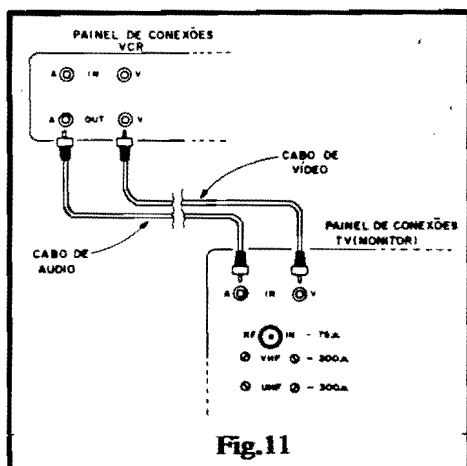

Fig.11
- **FIG. 11** - Diversos modelos e marcas de aparelhos de TV, mais modernos, apresentam (além das entradas específicas de "ANTENA" - ver PAINEL DE CONEXÕES TV, na figura...) entradas **diretas** para sinais de VÍDEO e ÁUDIO, provenientes de VCRs ou câmaras. A um TV desse tipo, chamamos de TV/Monitor... **Nesse caso**, as ligações entre o VCR 2 e o TV deverão ser feitas conforme mostra a figura, através de cabos de ÁUDIO e de VÍDEO ("por fora" são parecidos, ambos coaxiais, porém apresentando ca-